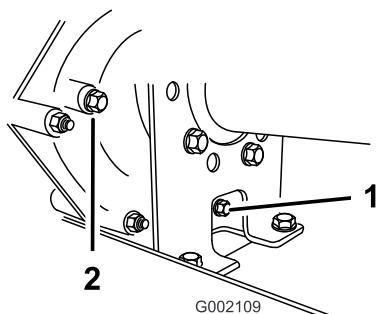
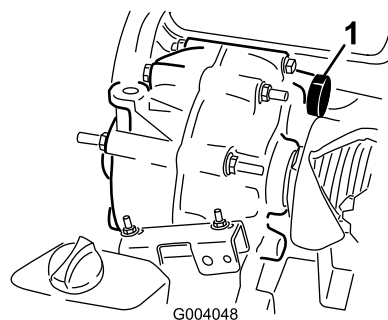

Figura 59
Figura 60
2. Limpie la zona alrededor de los tapones de vaciado y llenado con un trapo (**Figura 59**).
4. Retire el indicador girándolo en sentido antihorario (**Figura 59**).
5. Retire el indicador girándolo en sentido antihorario (**Figura 59**).
6. Instale y apriete el tapón de vaciado y la junta en el orificio de llenado de la transmisión (**Figura 59**).
7. Llene el depósito (**Figura 60**) a través del orificio de llenado con aproximadamente 1,4 L del fluido especificado, o hasta que el nivel de fluido de la transmisión esté enrasado con el borde inferior de la rosca. (**Figura 59**).
8. Instale y apriete el tapón y la junta en el orificio de llenado de la transmisión (**Figura 59**).
10. Compruebe el nivel de fluido y añada más si el nivel de fluido está por debajo de las roscas del orificio de llenado (**Figura 59**).